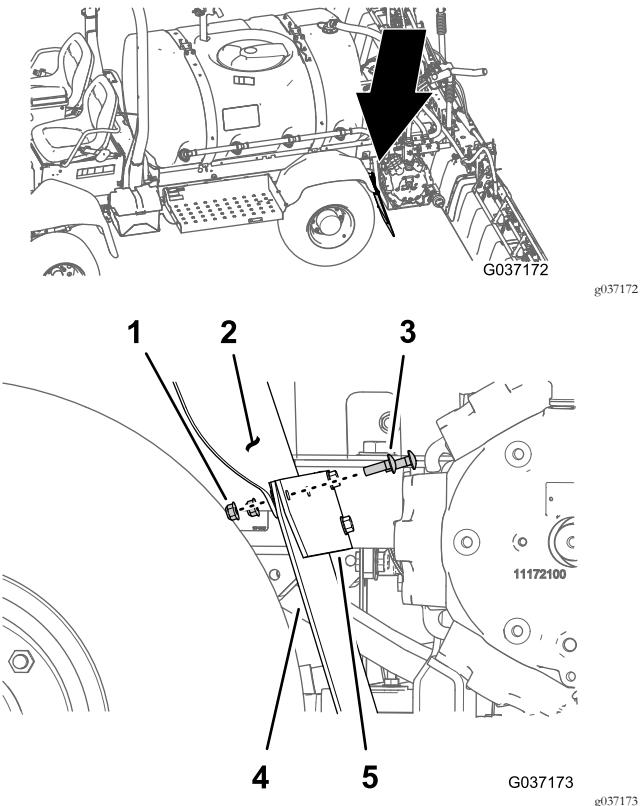

Bild 11
1. Lösen Sie die beiden Schlossschrauben (5/16" x 1") und die beiden Sicherungsbundmuttern (5/16"), mit denen der Kotflügel und der Schmutzfänger an der Kotflügelhalterung befestigt sind (Bild 11).
2. Richten Sie die Bohrungen in der Halterung für das Ablassventil, der Kotflügelhalterung, Schmutzfänger und dem Kotflügel aus (**Bild 11**).